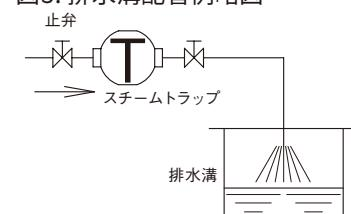

図6. 大気開放配管例略図
11. トラップの排出側を大気開放する場合は、危険がないことを十分に考慮してください。ドレン排出時の騒音は、BH-1型消音器を取り付けることにより低減できます。(図6参照)